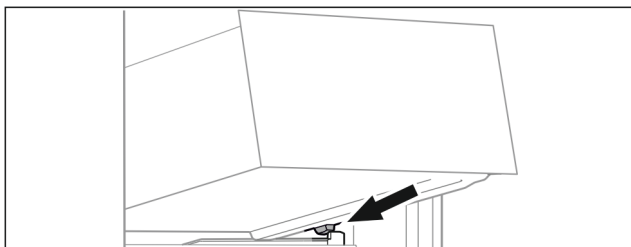

Fig. 98
- ▶ Applicare il cassetto inclinandolo dietro i fermi sulla nervatura del contenitore. (vedere Fig. 98)